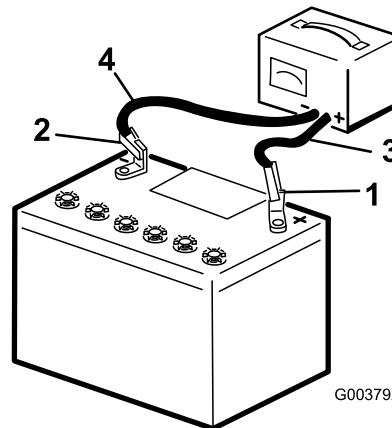

Figura 54
2. Carregue a bateria durante 4 a 8 horas a uma taxa de 3 a 4 A (Figura 54). Não carregue demasiado a bateria.
3. Quando a bateria estiver totalmente carregada, desligue o carregador da tomada elétrica e em seguida desligue os cabos do carregador dos bornes da bateria (Figura 54).